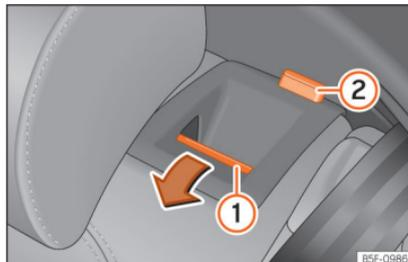

Abb. 123 Rücksitz: Rückenlehne vorklappen.
- Ziehen Sie die Entriegelungstaste »» **Abb. 123 ①** nach vorn und klappen Sie gleichzeitig die Lehne vor. Die Rücksitzlehne ist entriegelt, wenn die rote Markierung des Tasters ② sichtbar ist.